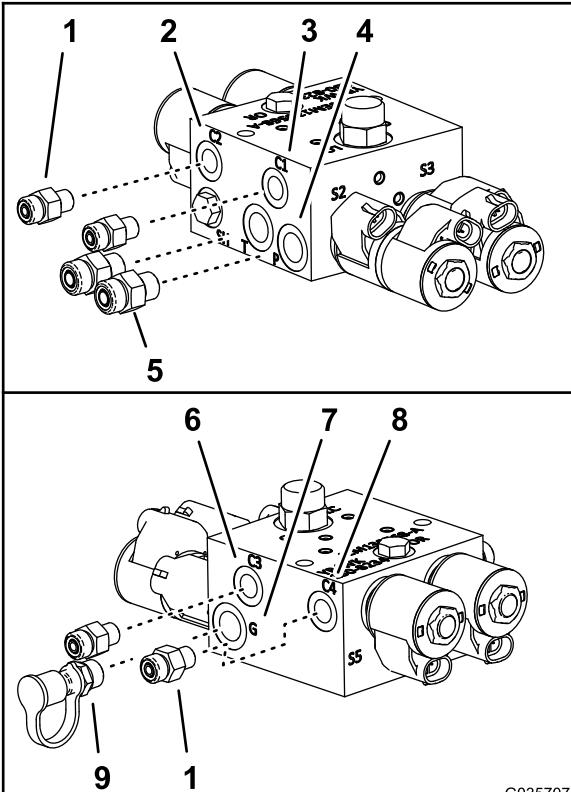

Figura 11
5. Nel nuovo collettore del cilindro di sollevamento, montate i raccordi idraulici diritti (Figura 11) che avete rimosso al passaggio 3 nella porta P e porta T.
6. Montate i 4 raccordi idraulici diritti dal kit di allineamento Ultra Sonic Boom nelle porte C1, C2, C3 e C4 del nuovo collettore del cilindro di sollevamento (Figura 11).
7. Montate il raccordo di diagnostica e il tappo che avete rimosso al passaggio 4 nella porta G del nuovo collettore del cilindro di sollevamento (Figura 11).